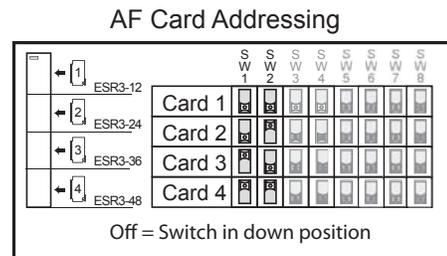

Figure 34: Adressage des cartes
- Étape 1: Effectuez l'adressage de vos cartes AF à l'aide des commutateurs DIP comme indiqué à la *Figure 34*